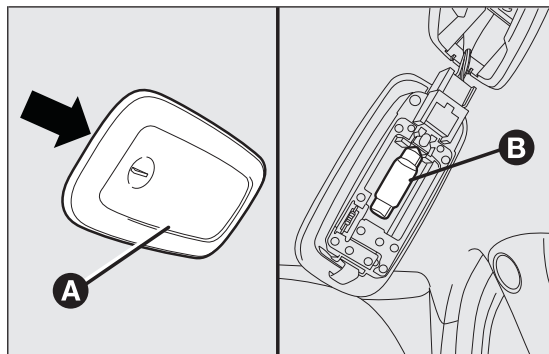

fig. 158
- ☐ intervenir sur le point indiqué par la flèche et enlever le plafonnier A fig. 158 ;